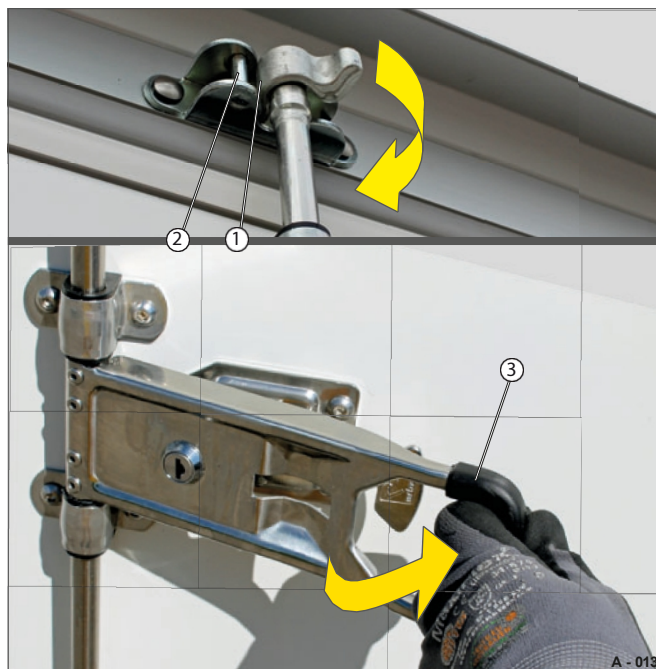

Fig. 13 Låsning af dørblad
- Sæt låsekroge (fig. 13/1) ind i låseboltene (fig. 13/2).
- Tryk håndtaget (fig. 13/3) ned, så låsekroge går i indgreb med låseboltene.